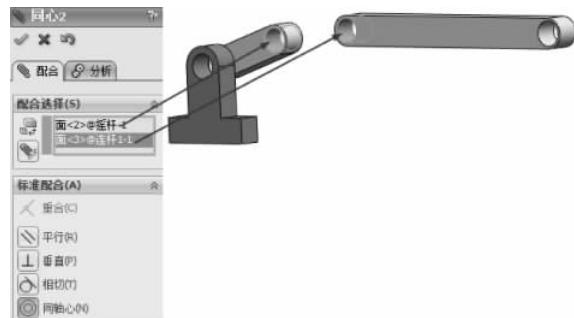

图 3-172 同轴心配合
(4) 单击【装配体】工具栏中的【配合】按钮  ,弹出【配合】的属性设置。选择【标准配合】选项组下的【同轴心】配合类型  ,在【要配合的实体】选择框  中选择如图 3-172 所示的面,其他保持默认,单击【确定】按钮  ,完成同轴心配合。